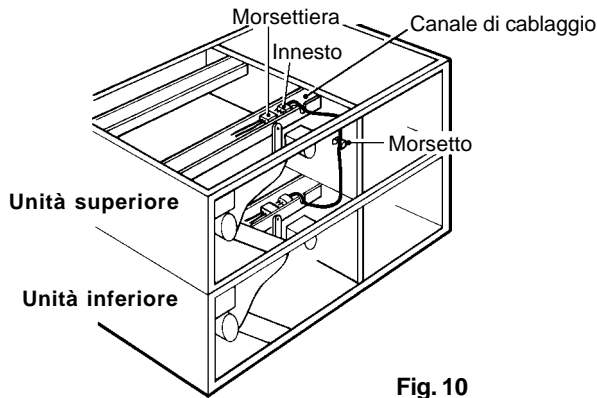

Fig. 10
- 15) Collegare i contatti (con innesto a tre) posti nel canale di cablaggio dell'unità inferiore alla morsettiera dell'unità superiore o di quella centrale, isolata al precedente punto 10). Fissare i contatti servendosi degli appositi morsetti. Rimontare il coperchio. Vedere la Fig. 10.